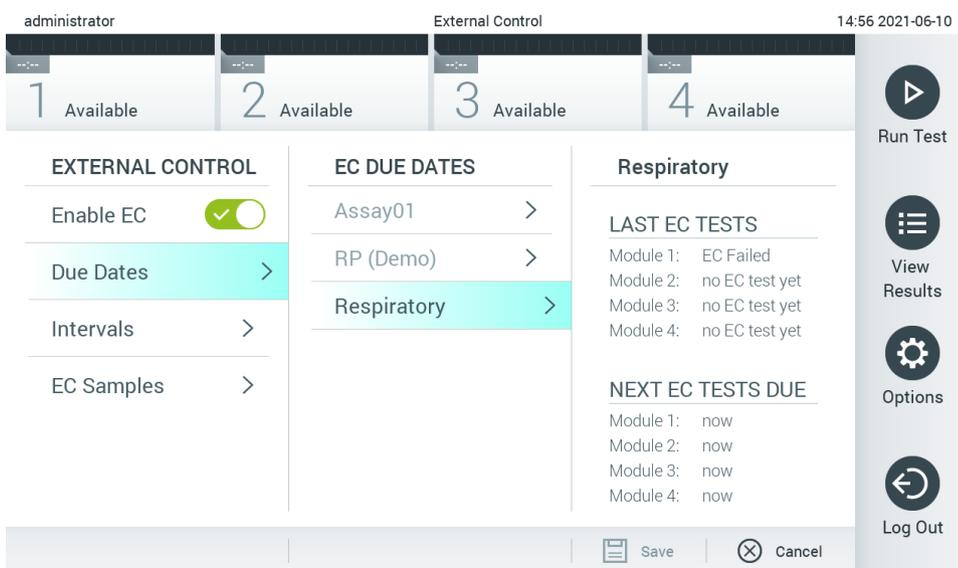

Figura 51. Pantalla External Control Due Dates (Fechas límite de control externo).
3. Seleccione **Due Dates** (Fechas límite) y, a continuación, un ensayo de la lista para ver cuándo se realizó la última prueba de External Control (Control externo) por ensayo y módulo analítico y cuándo se cumple el plazo para la próxima prueba de External Control (Control externo) (figura 51).